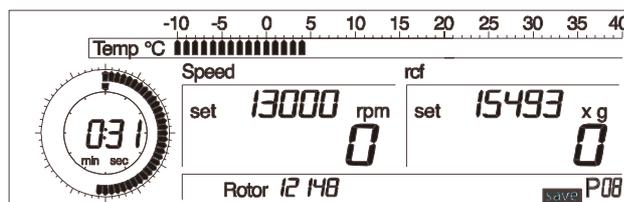

Fig. 5.19:
- Tournez le bouton rotatif gauche jusqu'à ce que « save » (sauvegarder) soit affiché (Fig. 5.19).